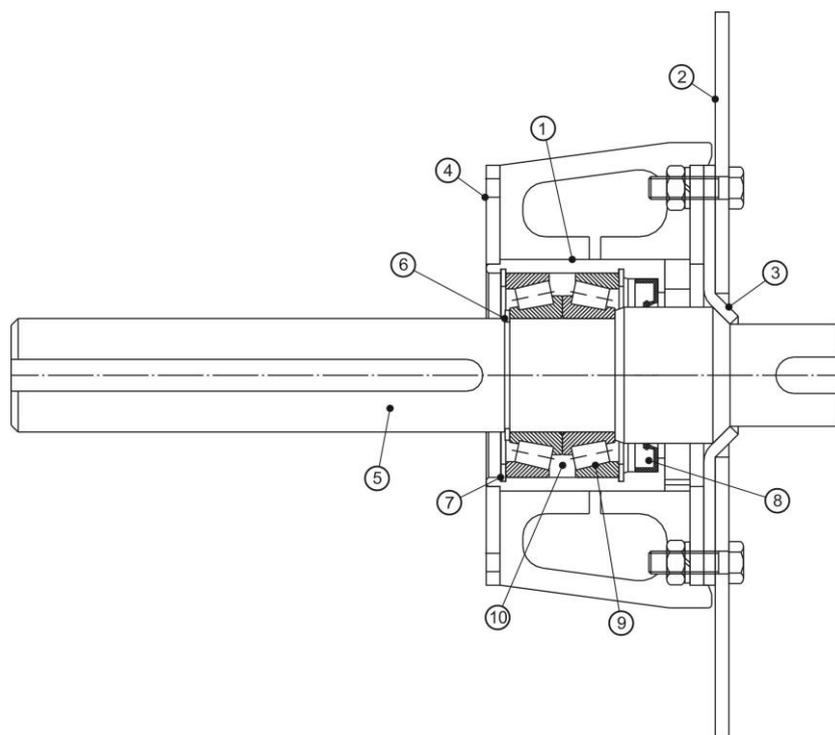

Рис. 16 Подшипниковая опора приводная
Подшипниковая опора приводная (Рис. 16) винтового конвейера-питателя состоит из: корпуса (1), переднего фланца (2), резинового уплотнения (3), заднего фланца (4), приводного вала (5) с пазом, стопорного кольца наружного 50 ГОСТ 1394 (6), стопорного кольца внутреннего 90 ГОСТ 13943 (7), армированной манжеты 2.1 60 x 85 ГОСТ 8752 (8), подшипников 7510А ГОСТ 27365 (9). Пространство (10) между подшипниками (9) на $\frac{1}{2}$ своего объема заполнено смазкой ЛИТОЛ 24.